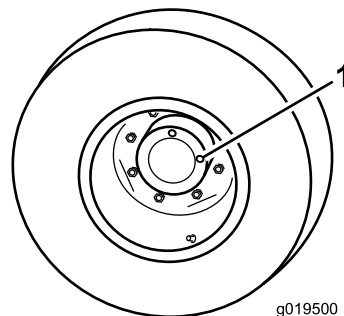

Figure 85
1. Amenez la machine sur une surface plane et horizontale, tournez la roue de sorte qu'un bouchon de contrôle (Figure 85) soit à la position 12 heures et l'autre à la position 3 heures.
1. Bouchon de contrôle/vidange (2)
2. Retirez le bouchon qui est à la position 3 heures (Figure 85). Le niveau d'huile doit atteindre le bas de l'orifice de contrôle.